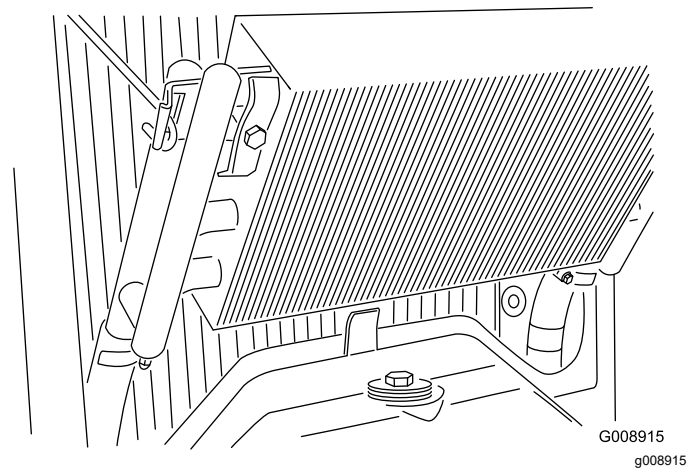

Figura 53
3. Destranque o dispositivo de arrefecimento de óleo e articule a zona posterior (Figura 53). Limpe os dois lados do dispositivo de arrefecimento de óleo e a zona do radiador com água ou ar comprimido. Desloque o dispositivo de arrefecimento de óleo para a posição inicial.